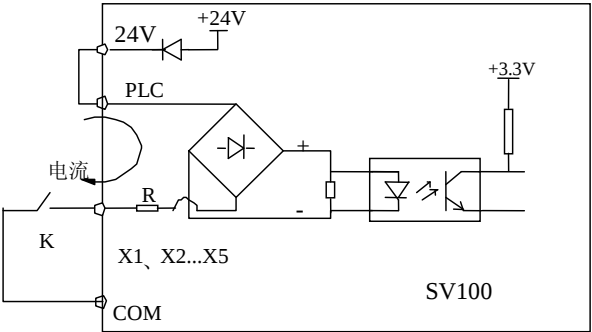

图 4-7 使用内部 24V 电源的接线方式
SV100 多功能输入端子采用了全桥整流电路，如图 4-7 所示。PLC 是 X1~X5 的公共端子，流经 PLC 端子的电流可以是拉电流，也可以是灌电流。X1~X5 与外部接口方式非常灵活，典型的接线方式如下：
1) 使用变频器内部的 24V 电源，接线方式如图 4-7。